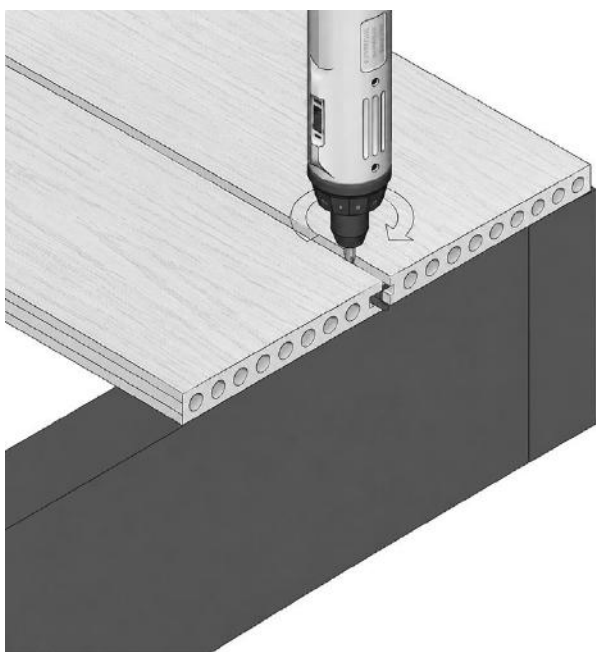

FIG. 6 - VERDEKTE CLIPS VASTGEDRAAID TOT OP DE REGEL
- 05 Draai de verdeckte clips tussen de laatst gemonteerde planken volledig vast tot op de regels (fig. 6). Oefen zijdelingse druk uit op het terras om ervoor te zorgen dat de lippen stevig tegen de binnenkant van de plankgroef zitten.